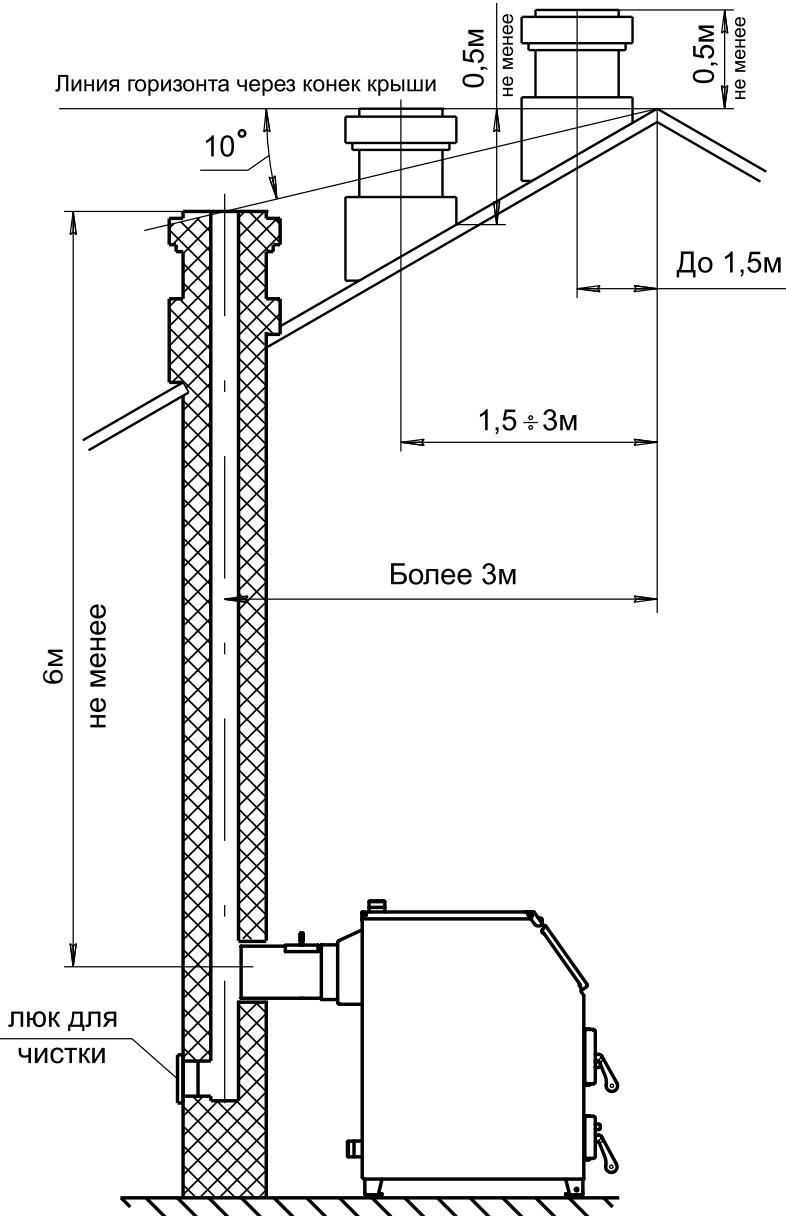

Рис.3 Варианты установки дымовой трубы
Застоявшийся в дымовой трубе холодный воздух (наблюдается в переходное время года)	Восстановить тягу, сжигая в люке для очистки (см. рис. 3) легко воспламеняющиеся материалы; бумагу, стружку, солому.
Высоту дымовой трубы над крышей (в зависимости от расстояния ее до конька крыши) выполнить как показано на рис. 3.
6.9 Для обеспечения пожаробезопасности и избежания загазованности в помещении дымовая труба должна быть выведена над уровнем крыши в соответствии с требованиями СНИП 2.04.08-87, см. рис. 3.